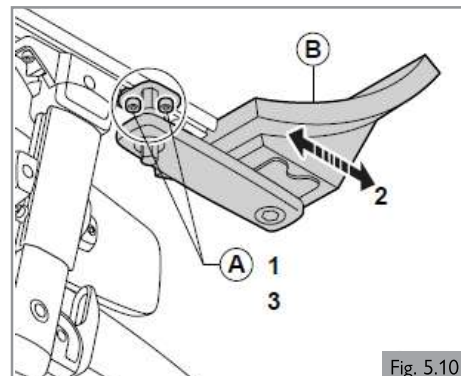

Fig. 5.10
5.7 Système de commande fixe/amovible pré-réglé**Profondeur du support du système de commande (Fig. 5.10)**